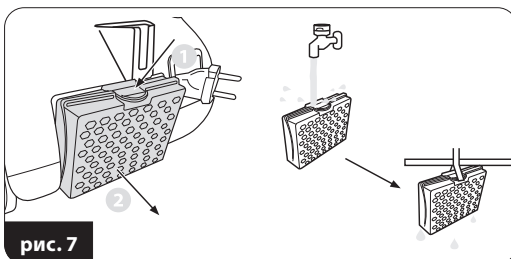

рис. 7
2. Випускний фільтр ⑫ знаходиться в клапані на задній стороні пилососа і блокується фіксатором (рис. 7). Після зняття клапана з фільтром зніміть з нього захисну губку. Промийте фільтр і губку під проточною водою і ретельно висушіть. Перш ніж знову вставити фільтр надіньте захисну губку.